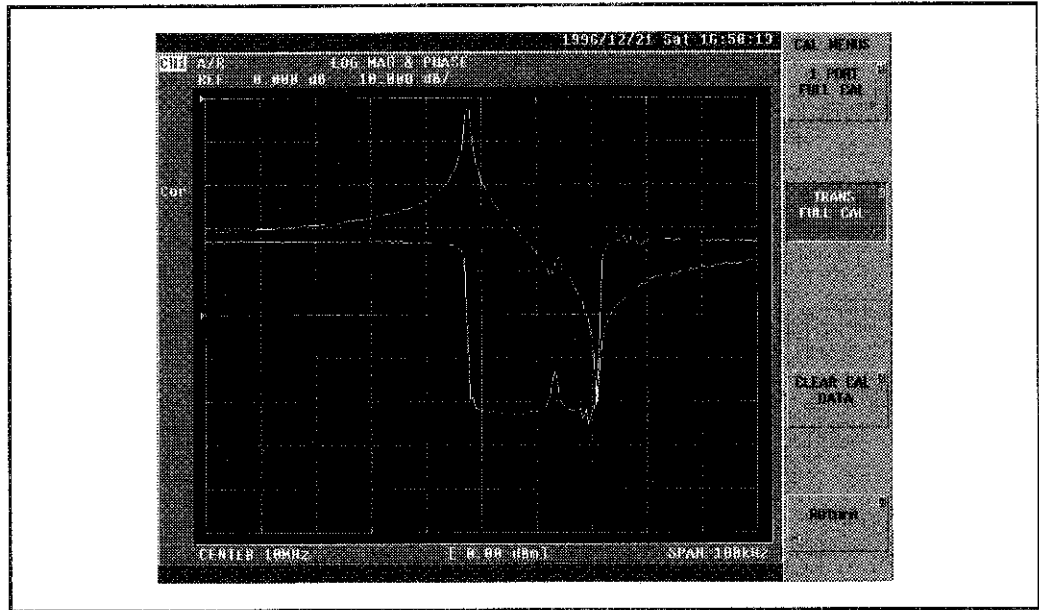

図 3-82
- ⑨ [DONE TRANS]を押し、クリスタルを装着すると図3-82のようになります。